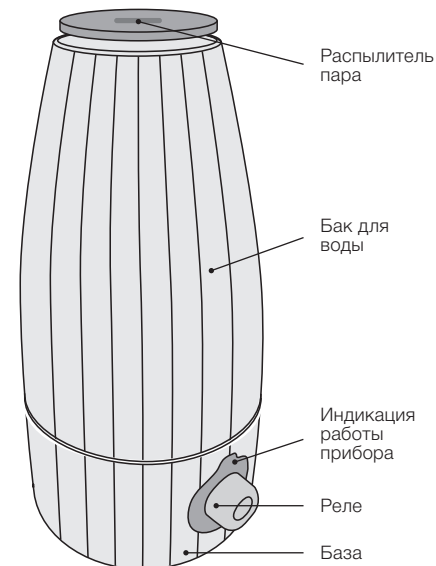
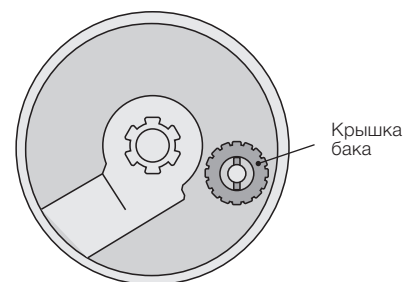

Рис. 1. Общий вид прибора
Рис. 2. Бак прибора
Ароматическая капсула	Ароматическая капсула находится в базе прибора (рис. 2). В нее можно заливать эфирные масла и ароматизаторы для создания в комнате нужной атмосферы. В сезон простуд в ароматическую капсулу рекомендуется заливать, например, эвкалиптовое эфирное масло для профилактики простудных заболеваний.
1. Снимите бак для воды с базы (см. рис. 1).
2. Переверните бак для воды вверх дном и открутите крышку бака (см. рис. 2), поворачивая ее против часовой стрелки.
**При перемещении увлажнителя всегда держите прибор за базу (рис. 1), во избежание падения части прибора, с основными электронными узлами. Если в приборе есть вода, во избежание ее попадания в электронные компоненты прибора через отверстие для выдува воздуха (рис. 2), держите прибор горизонтально.**
2. Снимите бак для воды с базы и слейте воду из прибора так, чтобы не залить отверстие для выдува воздуха вентилятором (рис. 2). В противном случае вода может попасть в электронные узлы прибора (в противном случае необходимо дать прибору высохнуть и обратиться в сервисный центр). После того, как вода будет слита, очистите внутреннюю поверхность прибора мягкой влаговпитывающей тканью.